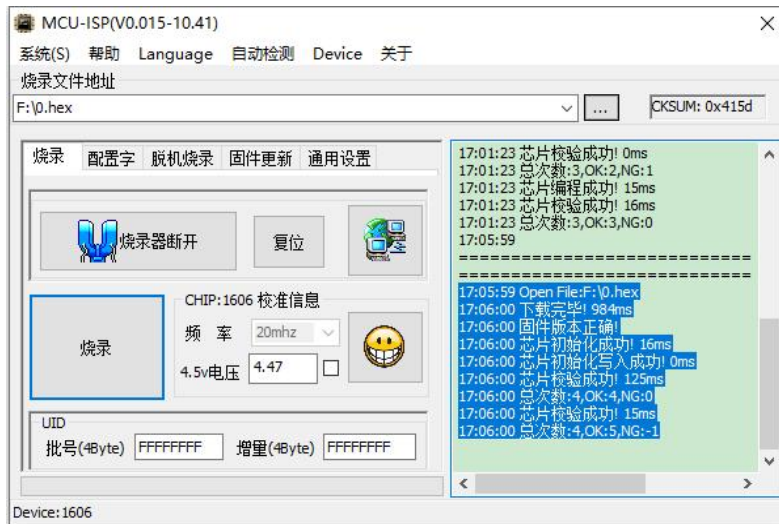

图 26. 二次烧录时的提示信息
2.3.2.8: 若烧录成功后, 未更换芯片, 再次点击烧录按钮, 烧录器会自动判断当前芯片已经烧录过一次了, 不会再次进行烧录动作, 只执行校验动作。信息栏的文字如图 26 所示。